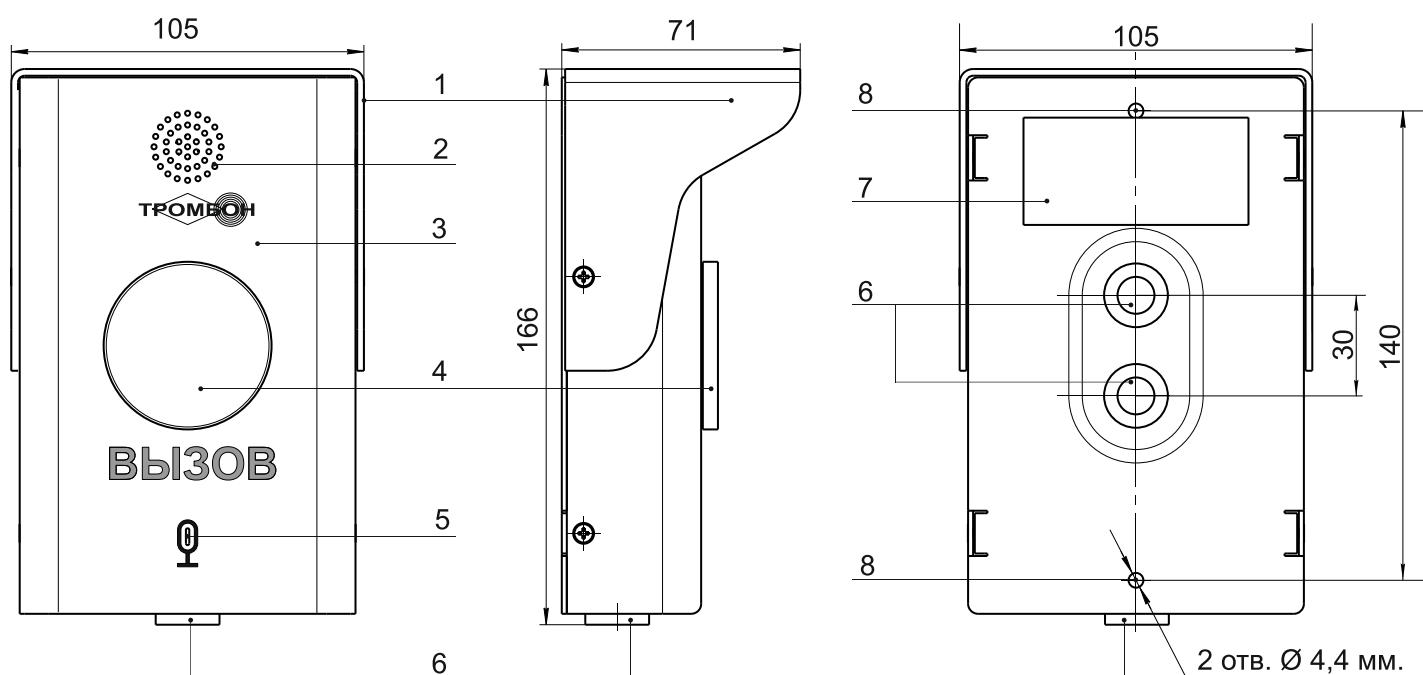

Рис. 1. Внешний вид АБУ со стороны передней, задней панелей и вид сбоку.
2). Подведите линии связи к месту установки АБУ. Обратите внимание, что отверстия на корпусе АБУ, предназначенные для подведения линий связи, расположены на задней крышке АБУ и на нижней части корпуса устройства (см. рис. 1 поз. 6).